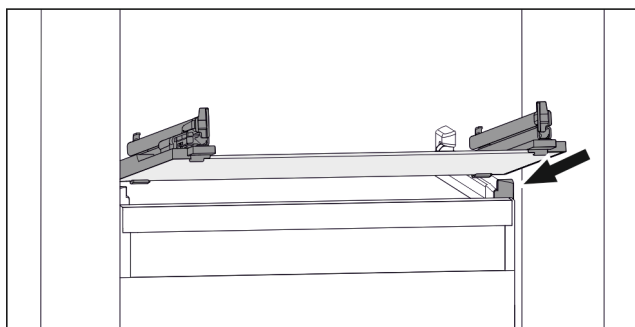

Fig. 109 Exemple de représentation de la tablette en verre
- ▶ Placer la tablette en verre, en l'inclinant, derrière les butées. (voir Fig. 109)